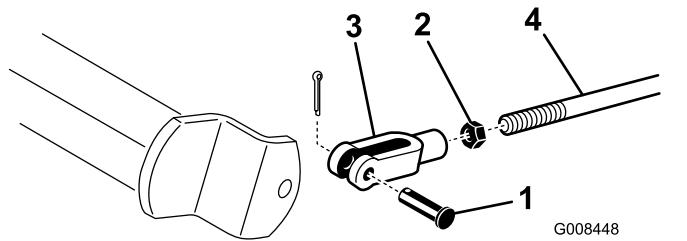

图47
2. 如果刹车没有均匀锁定请取下开口销和柱销断开刹车杆 图47。
3. 松开锁紧螺母并相应调节 U 形销 图47。
4. 将 U 形销装回刹车轴 图47。